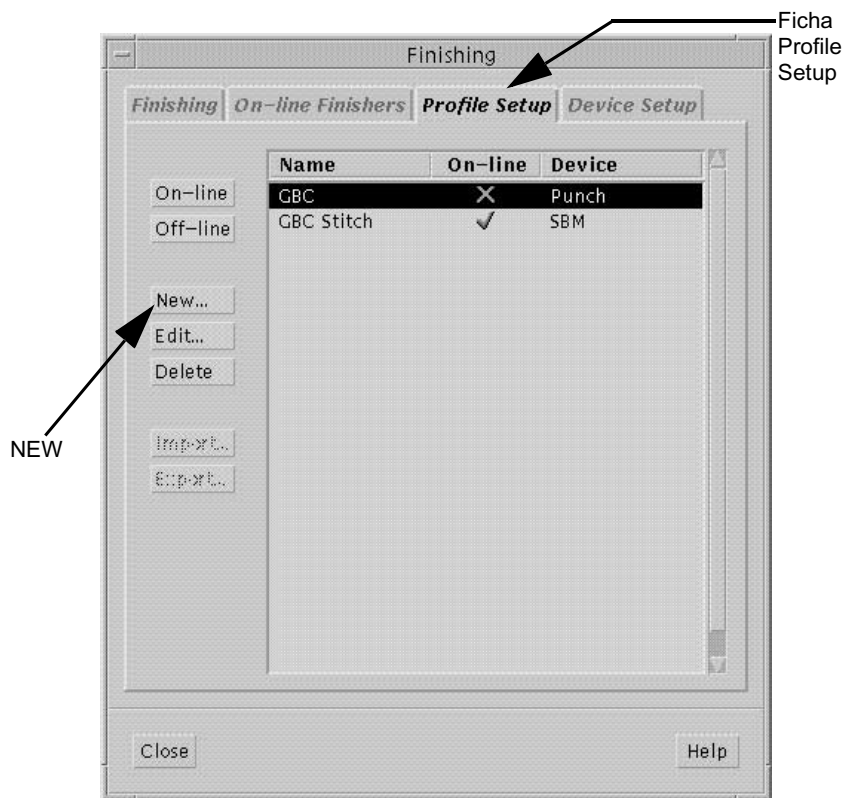

Figura 1-10: Pantalla de la ficha Profile Setup
- 8 Haga clic en la ficha Device Setup, tal como se muestra en la figura 1-10, luego haga clic en el botón NEW.